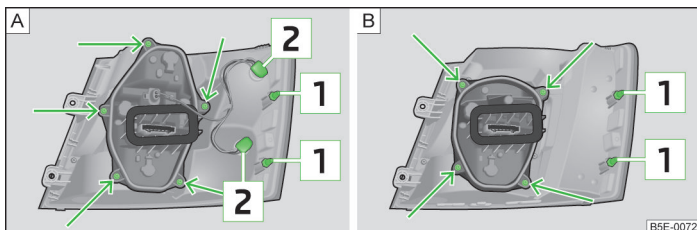

Abb. 221 Äußerer Teil der Leuchte: Grundleuchte / Leuchte mit LED-Dioden
- > Die Rückleuchte vorsichtig in die Karosserie hineindrücken, sodass die Bolzen [1] » Abb. 221 auf Seite 245 an der Leuchte in die Aufnahmen in der Karosserie eingreifen » .
- Die Lampenfassung  » Abb. 221 entgegen dem Uhrzeigersinn drehen und aus dem Leuchtengehäuse herausnehmen.
- Den Lampenhalter » Abb. 221 -  bzw.  mit dem Schraubendreher aus dem Bordwerkzeug abschrauben und den Lampenhalter aus der Rückleuchte herausnehmen.
- Die Lampenfassung bis zum Anschlag entgegen dem Uhrzeigersinn drehen und aus dem Leuchtengehäuse » Abb. 221 -  bzw.  herausnehmen.